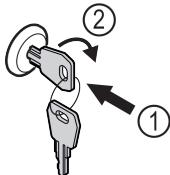

Fig. 167
- Пъхнете ключа Fig. 167 (1).
- Завъртете го на  $90^\circ$  по посока на часовниковата стрелка Fig. 167 (2).